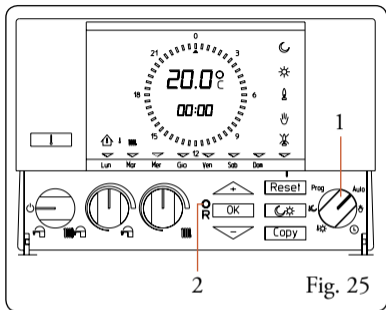

Fig. 25
- Al termine della programmazione, portare il selettore (Fig. 25 pos. 1) su “Auto” per avviare il funzionamento automatico.
- In caso di difficoltà è possibile premendo il tasto “R” (Fig. 25 pos. 2) ripristinare il programma standard impostato in fabbrica.